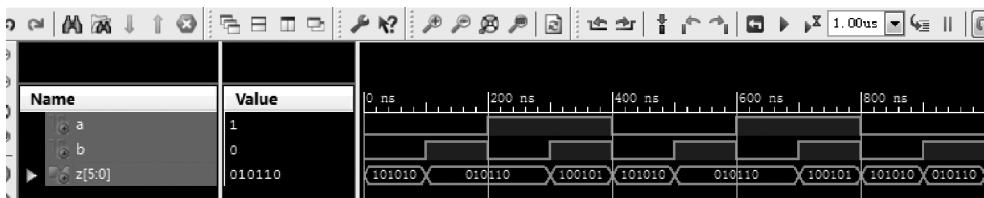
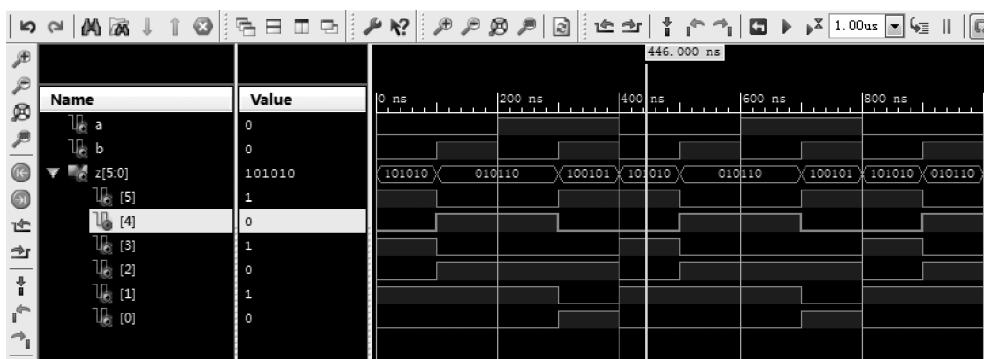

图 3.43 仿真波形界面 2
图 3.44 仿真波形界面 3
(5) 在该界面的工具栏内,单击 按钮,对波形进行缩小直到出现如图 3.43 所示的波形。
(6) 展开图 3.43 内的 z[5:0], 出现如图 3.44 所示的波形界面。